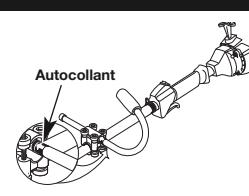

Fig. 2
8. Faites coulisser la poignée en J jusqu'à ce que la flèche/ligne blanche sur l'autocollant touche le collier de serrage (Fig. 2).